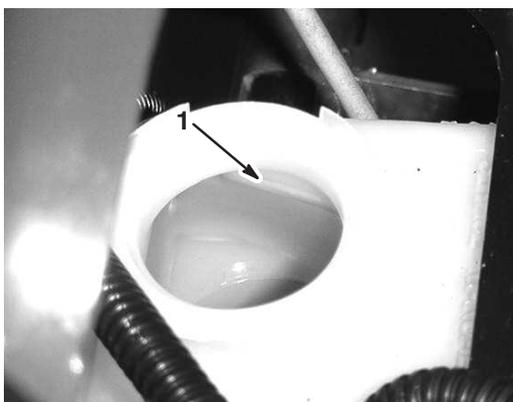

Figure 9
2. Le niveau de liquide doit atteindre le repère maximum (Full) sur le réservoir (Fig. 9).